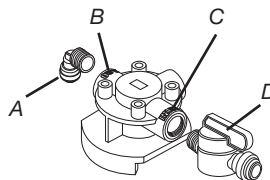

Figura 2
3. Enrosque la válvula de cierre macho de 1/4" en el puerto del orificio de entrada de la cabeza (ver Figura 2). Apriete manualmente. **NOTA:** El puerto del orificio de entrada está marcado con un "3."
Enrosque el accesorio de presión macho de 1/4" en el puerto de la boquilla de salida (ver Figura 2). Si es necesario, utilice una llave ajustable para ayudara apretar el accesorio. **NOTA:** El puerto de la boquilla de salida está marcado con un "1."